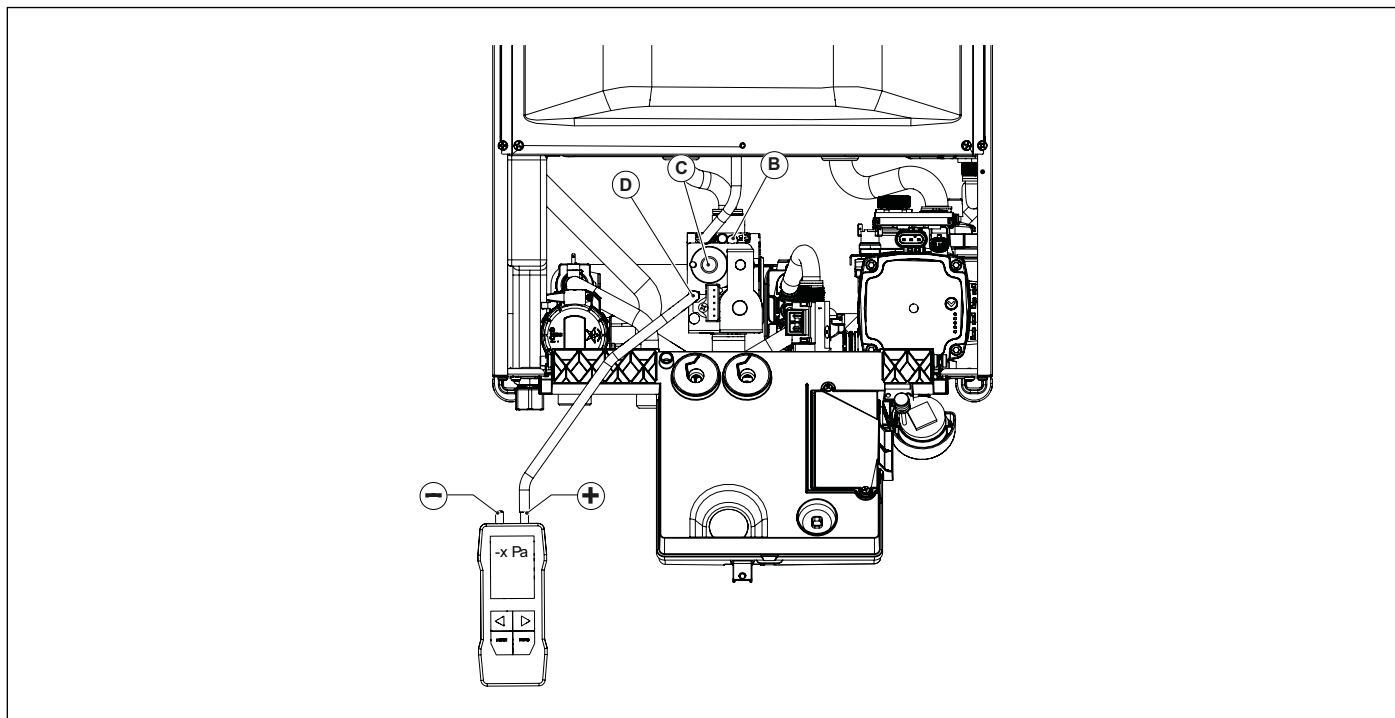

Fig. 27 Reglarea presiunii de offset
- Deschideți șurubul robinetului de presiune de offset **D** și conectați-l la intrarea pozitivă (*) a manometrului de presiune diferențială (a se vedea Fig. 27 Reglarea presiunii de offset).